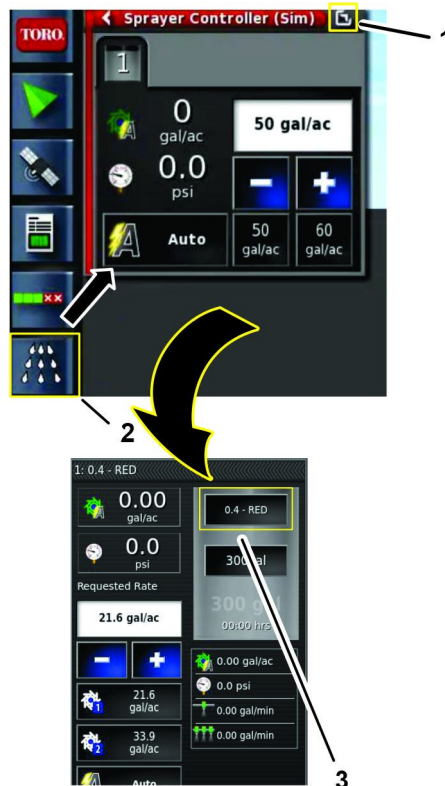

Рисунок 156
- Нажмите на значок КОНТРОЛЛЕРА ОПРЫСКИВАТЕЛЯ и нажмите значок «развернуть экран» на панели контроллера опрыскивателя (Рисунок 156).